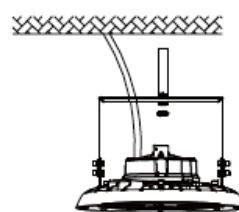

Fig. 10
3. Serrer les écrous. (Fig. 10)